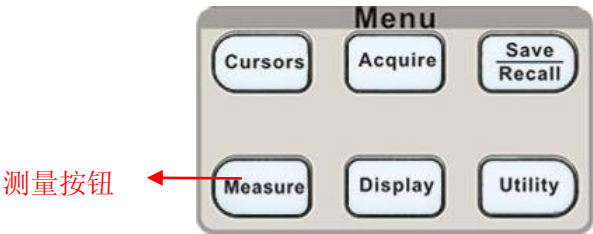

图 2-47 自动测量
- 按【时间测试】选项按钮选择【开启】。此时所有的时间参数值会同时显示在屏幕上。（见图 2-47）